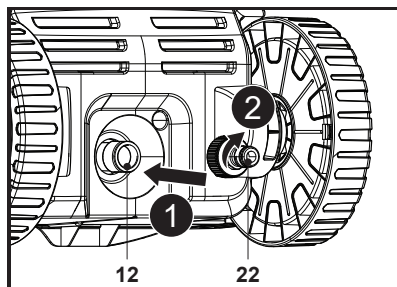

Fig. 9
Alinee y enrosque el adaptador de entrada de agua (22) en el conector de entrada de agua (12) de la parte posterior de la máquina (Fig. 9, pasos 1 y 2).